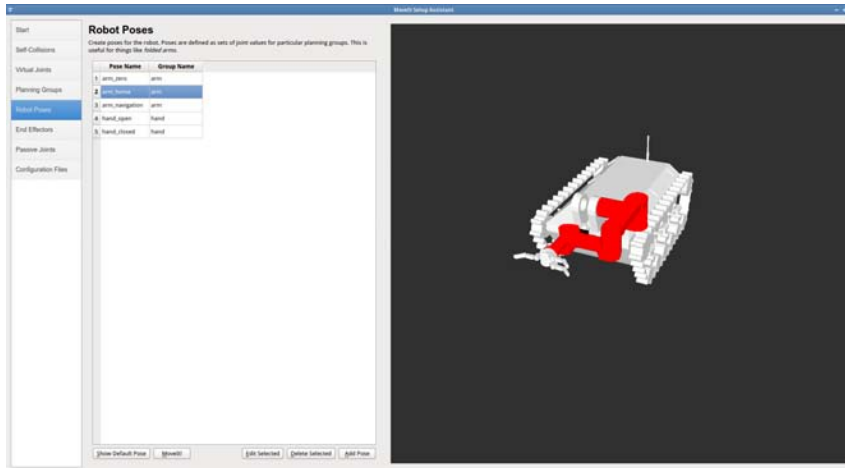

Figura 7.7.: MoveIt! Setup Assistant - Robot Poses - Arm Home
- Brazo en posición de trabajo (arm_home, ver Figura 7.7).